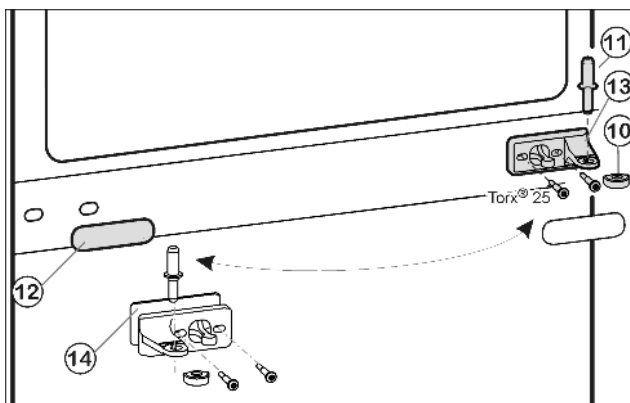
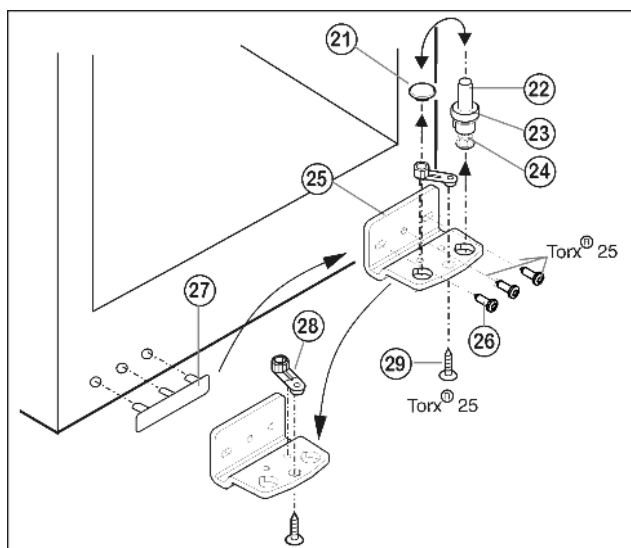

Fig. 9
Fig. 10
- ▶ Prostřední ložiskový čep Fig. 9 (11) vytáhněte ze stojanu ložiska a spodních dveří.
- ▶ Plastovou čepičku Fig. 9 (10) stáhněte.
- ▶ Stojan ložiska uprostřed Fig. 9 (13) odšroubujte (2 krát Torx® 25).
- ▶ Krytku Fig. 9 (12) opatrně stáhněte.
- ▶ Prostřední stojan ložiska Fig. 9 (13) s podložkou Fig. 9 (14) přišroubujte otočený o 180° na novou straně závěsu (s 4 Nm).
- ▶ Krytku Fig. 9 (12) otočenou o 180° zasuňte na nové straně madla.
- ▶ Ložiskový čep Fig. 10 (22) včetně podložky Fig. 10 (23) a seřizovací nožky Fig. 10 (24) vytáhněte nahoru.
- ▶ Zátku Fig. 10 (21) odstraňte.
- ▶ Stojan ložiska Fig. 10 (25) odšroubujte Fig. 10 (26).
- ▶ Ložiskový díl Fig. 10 (28) odšroubujte Fig. 10 (29) a přemístěte jej do protilehlého upínacího otvoru stojanu ložiska, pak ho znovu pevně přišroubujte.
- ▶ Krytku na straně madla Fig. 10 (27) opatrně vytáhněte a přemístěte na druhou stranu.
- ▶ Stojan ložiska Fig. 10 (25) na nové straně závěsu zase přišroubujte příp. pomocí akumulátorového šroubováku (momentem 4 Nm).
- ▶ Zátku Fig. 10 (21) zase vložte do druhé díry.
- ▶ Ložiskový čep Fig. 10 (22) včetně podložky a seřizovací nožky zase nasadte. Přitom dávejte pozor, aby zajišťovací vačka směřovala dozadu.
- ▶ Spodní dveře nasadte shora na spodní ložiskový čep Fig. 10 (22).
- ▶ Plastovou krytku Fig. 9 (10) nasadte zase na prostřední stojan ložiska Fig. 9 (13).
- ▶ Prostřední ložiskový čep Fig. 9 (11) vložte přes prostřední pouzdro ložiska Fig. 9 (13) do spodních dveří na nové straně závěsu.
- ▶ Horní dvířka usadte na prostředním ložiskovém čepu Fig. 9 (11).
- Dveře případně pomocí obou podélných děr ve spodním stojanu ložiska Fig. 10 (25) a v prostředním stojanu ložiska Fig. 9 (13) vyrovnajte tak, aby lícovaly. Vyšroubujte prostřední šroub na stojanu ložiska dole Fig. 10 (25).